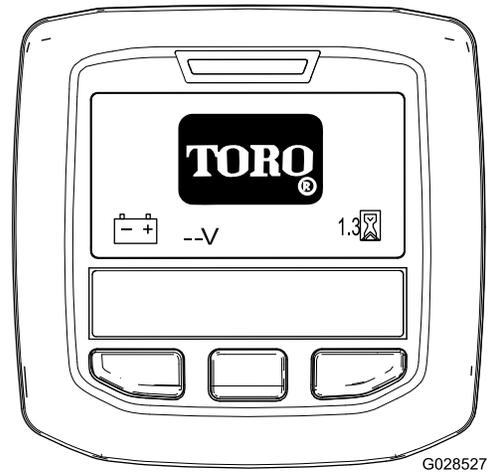

Figura 17
**Nota:** El InfoCenter se enciende y se muestra la pantalla de inicialización (Figura 17).